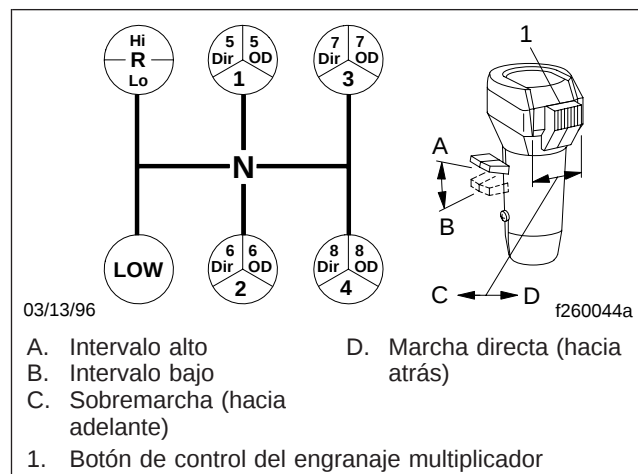
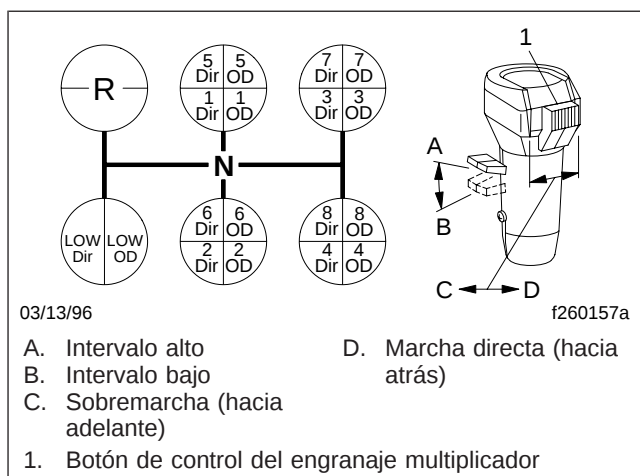

Figura 8.7, Patrón de cambios de las transmisiones Eaton Fuller de 13 marchas
Figura 8.8, Patrón de cambios de las transmisiones Eaton Fuller de 18 marchas
valos bajo y alto, más un engranaje multiplicador de sobremarcha. Vea la **Figura 8.7**, que muestra el patrón de cambios.
2. Mueva la palanca de preselección de intervalo hacia abajo, al intervalo bajo. Vea la Figura 8.7 o la Figura 8.8.
3. Asegúrese que el botón de control del engranaje multiplicador esté en la posición directa (hacia atrás). Vea la Figura 8.7 o la Figura 8.8.
Para cambiar de la marcha baja directa a la baja de sobremarcha, mueva el botón de control del engranaje multiplicador (Figura 8.8) a la posición de sobremarcha (hacia adelante), luego suelte inmediatamente el acelerador. Oprima y suelte el
Cambie de marcha de baja a 1ª, 2ª, etc. hasta la 4ª, haciendo pedalazo doble del embrague entre los cambios, y acelerando hasta el 80 por ciento de la velocidad regulada del motor. Vea la Figura 8.7.
Cambie de marcha de baja de sobremarcha a 1ª directa moviendo primero el botón de control del engranaje multiplicador a la posición directa (hacia atrás) (Figura 8.8). Mueva la palanca de cambios, haciendo pedalazo doble del embrague, a la posición de 1ª marcha.
Para cambiar de 5ª directa a 5ª de sobremarcha, mueva el botón de control del engranaje multiplicador (**Figura 8.7**) a la posición de sobremarcha (hacia adelante), luego suelte inmediatamente el acelerador. Oprima y suelte el pedal del embrague. Después de soltar el embrague, acelere otra vez.
Para cambiar de 5ª directa a 5ª de sobremarcha, mueva el botón de control del engranaje multiplicador (**Figura 8.8**) a la posición de sobremarcha (hacia adelante), luego suelte inmediatamente el acelerador. Oprima y suelte el pedal del embrague. Después de soltar el embrague, acelere otra vez.